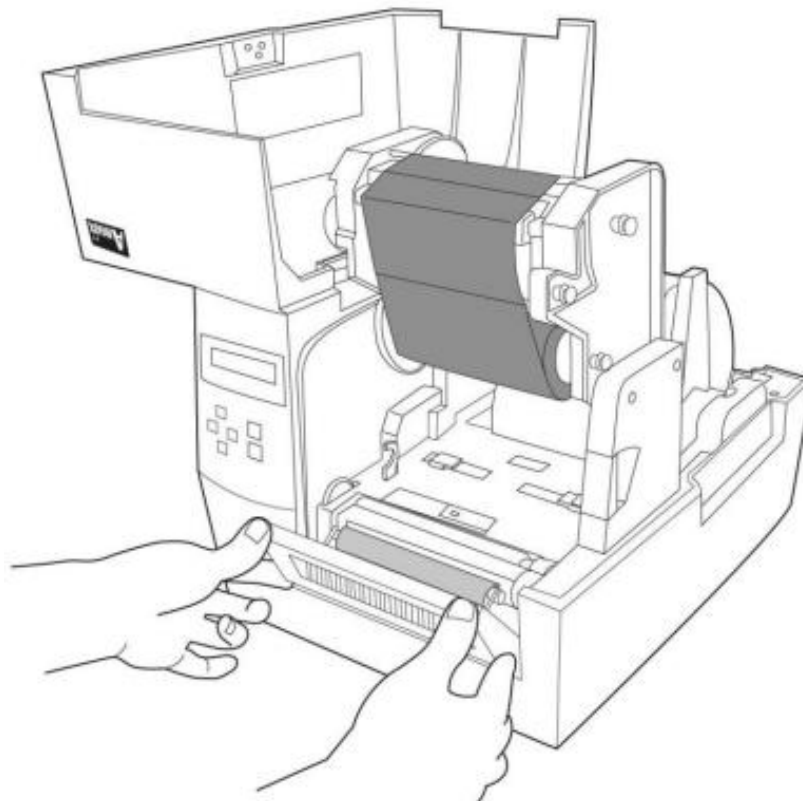

Рисунок 17
1. Откройте модуль отделителя этикеток (Рисунок 17).